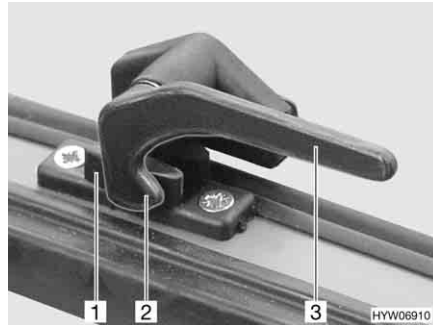

Fig. 35 Leva di serraggio (posizione "Chiusa")
- Ruotare tutte le leve di serraggio (Fig. 35,3) di un quarto di giro verso il centro della finestra.
- Ruotare tutte le leve di serraggio (Fig. 35,3) di un quarto di giro verso il telaio della finestra. Il nasello di chiusura (Fig. 35,2) si trova sul lato interno della chiusura della finestra (Fig. 35,1).
- In posizione "Completamente chiusa" (Fig. 35)